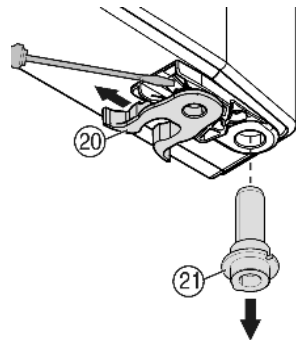

Fig. 9
- ▶ Jousilukitsimen *Fig. 9 (20)* vaihto: Paina lukitusnokka alas, vedä jousilukitsin sen yli pois.
- ▶ Vedä laakeritappi *Fig. 9 (21)* oven holkista ulos ja aseta se vastakkaiselle puolelle yhdessä aluslevyn kanssa. Lukitusnokan tulee osoittaa oven sisäpuolta kohti, loven ulkopuolta kohti.
- ▶ Käännä oven alaosa sisäänpäin ja aseta laakeritappi *Fig. 9 (21)* laakerinkannattimeen. Kierrä laakeritappia tarvittaessa, jotta se lukittuu paikalleen.